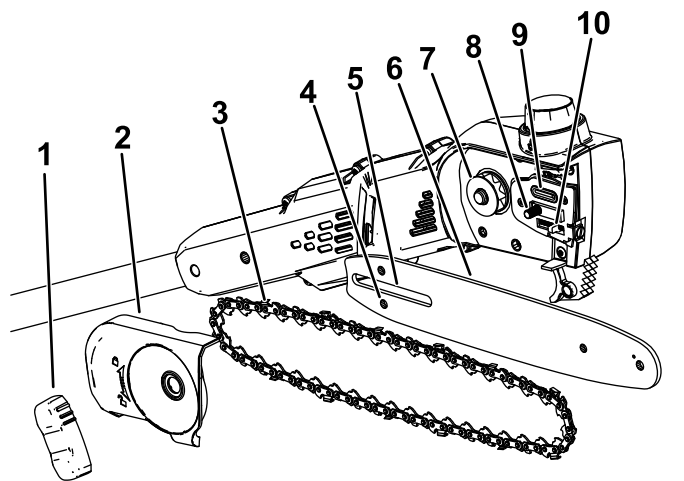

Figura 19
2. Îndepărtați carcasa laterală; răsucii butonul rotativ al carcasei tije în sens invers acelor de ceasornic, până când poate fi îndepărtat, apoi îndepărtați carcasa laterală (Figura 19).
7. Verificați dacă sunt prezente reziduuri în orificiul de ieire pentru ulei (Figura 19) și curățați zona dacă este necesar.
Important: Asigurați-vă că tiftul pentru reglarea lanului este introdus în fanta tiftului pentru reglarea lanului de pe tija de ghidare (Figura 19). Este posibil să fie nevoie să rotiți urubul pentru tensionarea lanului pentru a introduce tiftul în gaura de pe tija de ghidare.